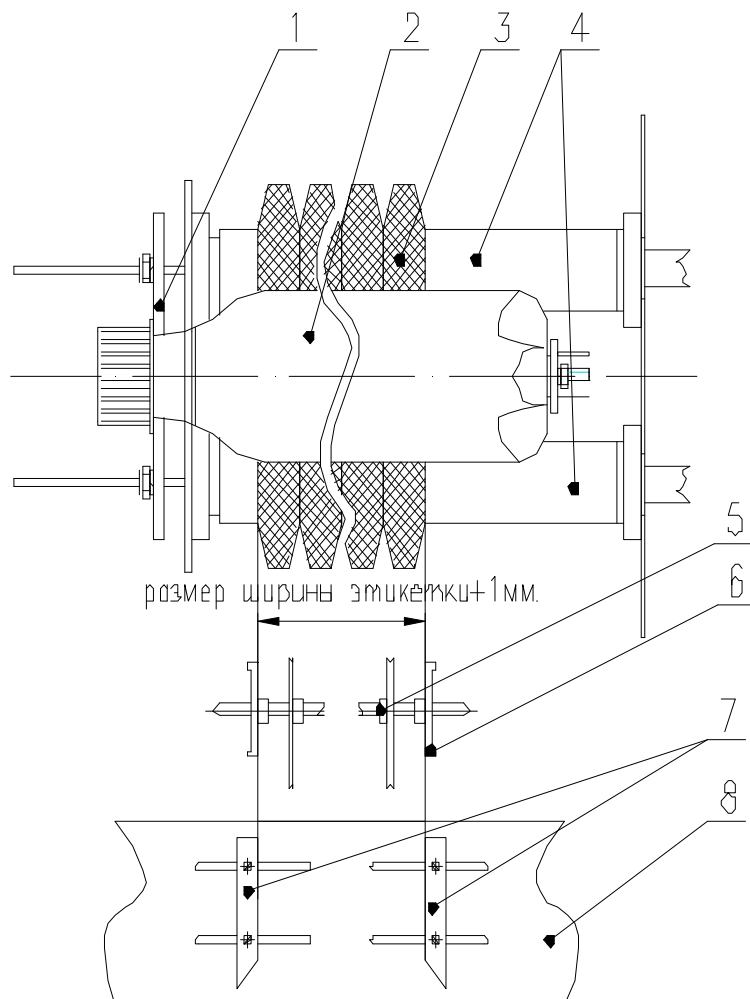

Рис.3
7.2. Поместить бутылку на обрезиненные валы так, чтобы горлышко бутылки опиралось на подпорную вилку (см. рис.3), а зона на бутылке для наклеивания этикетки не выходила за размер ширины клеевого барабана. Определив примерное место расположения бутылки, снять клеевой узел (поднять его вверх).